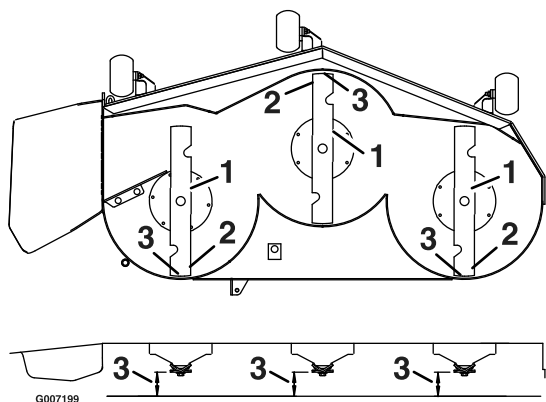

Figure 65
3. Faites pivoter les lames avec précaution pour faire passer les pointes avant à l'arrière (Figure 65).
4. Mesurez la distance entre la pointe de la lame avant et la pointe de la lame arrière par rapport à la surface plane (Figure 65). Si la pointe avant de la lame n'est pas de 1,6 à 7,9 mm plus basse que la pointe arrière, poursuivez la procédure de mise à niveau du plateau de coupe.